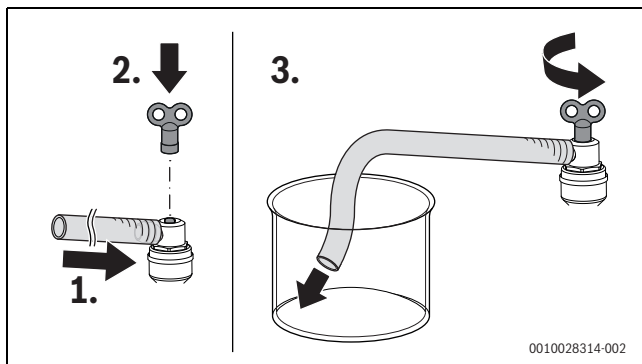

Bild 123 Warmwasserkreis und Heizkreis entlüften
- ▶ Entlüftungsventil so lange öffnen, bis Wasser austritt (→ Bild 123 und Bild 4, Seite 11).
- ▶ Schlauch in ein Gefäß (z. B. Flasche) leiten (→ Bild 123 und Bild 4, Seite 11).